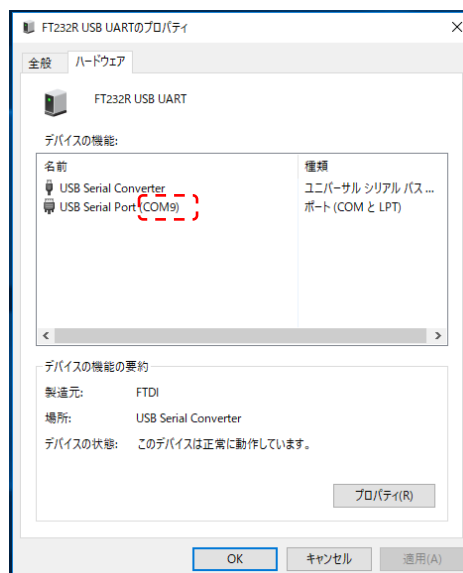

図6 COMポート番号
- ⑧ “プロパティ”画面にある“ハードウェア”のタブをクリックして、表示されたCOMポート番号を確認します。(図6) 専用アプリの初期設定時(5-1)⑤参照)に必要ですので、COMポート番号をメモしておいてください。